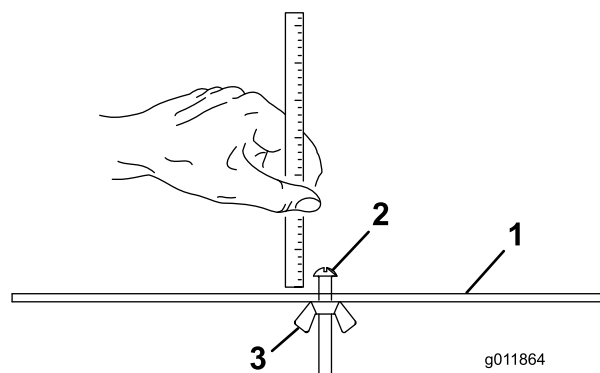

Рисунок 17
2. Ослабьте затяжку гайки измерительной планки (Рисунок 17) и установите регулировочный винт на требуемую высоту скашивания.